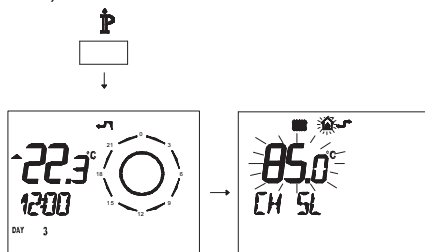

Рисунок 5.81
- Нажмите и удерживайте 3 секунды кнопку **P**, чтобы войти в режим **INFO** (Рисунок 5.81).